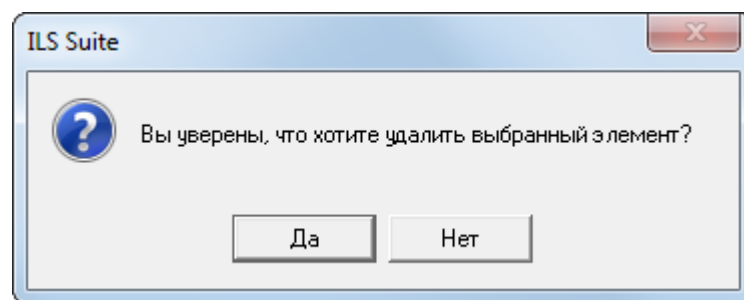

Рис. 7-46 – Информационное сообщение
7) Для удаления выбранного параметра из запроса выбрать его в таблице и нажать кнопку «Удалить параметр». В открывшемся диалоговом окне нажать кнопку «Да» для подтверждения действия (рис. 7-46).